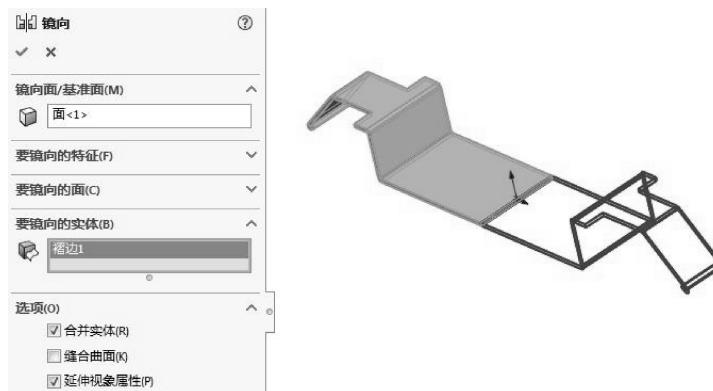

图 6-53 镜像钣金
- 08 镜像实体。单击【特征】选项卡中的【线性阵列】下拉菜单中的【镜像】命令按钮 $\square$ ，弹出【镜像】属性面板。选择钣金实体右侧端面作为镜像平面，选择钣金实体，在【选项】选项区中勾选【合并实体】复选框，完成整个钣金实体的镜像，如图6-53所示。